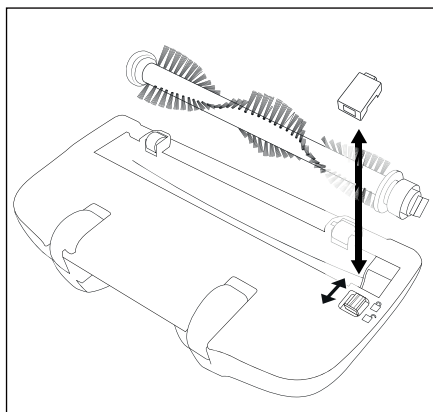

Abb. 5
- 2) Schieben Sie die Verriegelung an der Abdeckplatte Richtung -Symbol und nehmen Sie die Abdeckplatte ab (Abb. 5).
- 7) Setzen Sie die Abdeckplatte wieder auf, bis die Abdeckplatte einrastet. Die Abdeckplatte verriegelt, indem sich die Verriegelung automatisch Richtung -Symbol schiebt (Abb. 5).